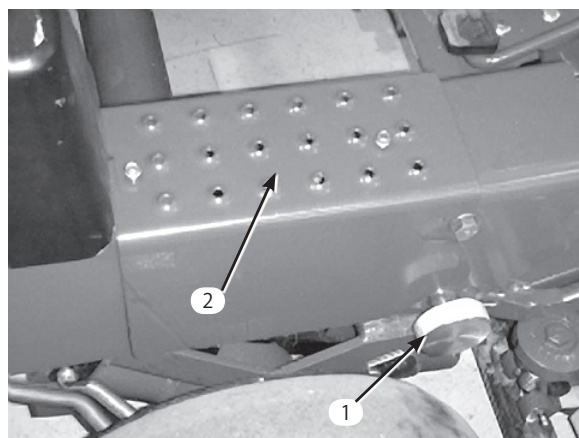

図6
5. ハンドルアームを立てる。固定用ノブとコッター・ピンとで固定する (図6)。
6. 右側ステップをフレームに取り付ける (セルフタップ・ネジ2本:図6)。